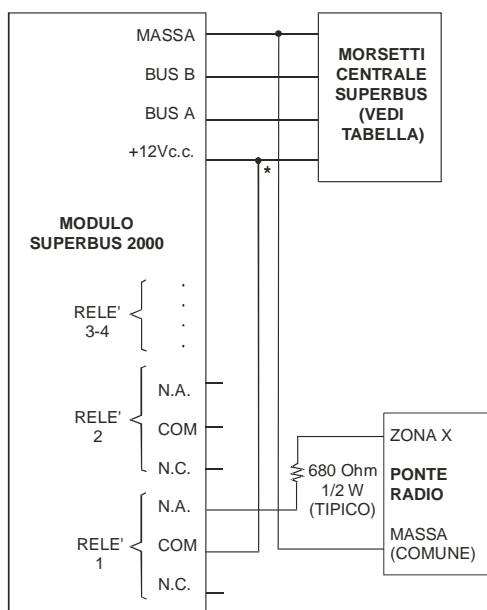

Figura 10: Collegamento ad un ponte radio
3. Collegate i morsetti COM e N/O del relè 1 al ponte radio come mostrato in figura 10